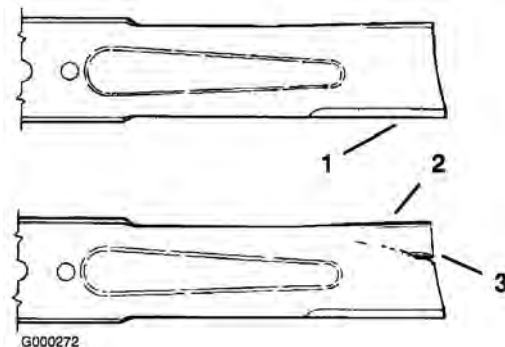

Figure 69
1. Examinez le tranchant des lames (Figure 69).
2. Inspectez les lames, surtout la partie incurvée (Figure 69).
Remplacez immédiatement toute lame endommagée, usée ou qui présente une entaille (Figure 69).